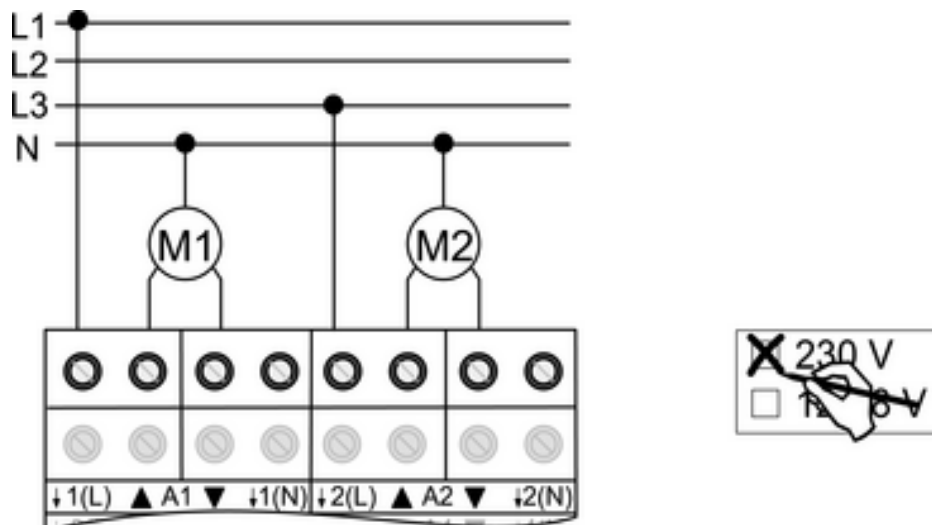

Figura 6
- Collegare i motori (figura 6).
- Indicare sull'etichetta l'impiego **230 V**(figura 6).
- i** Il collegamenti dei conduttori N (14) servono solo per il rilevamento del tempo di movimento e non offrono potenziale N.